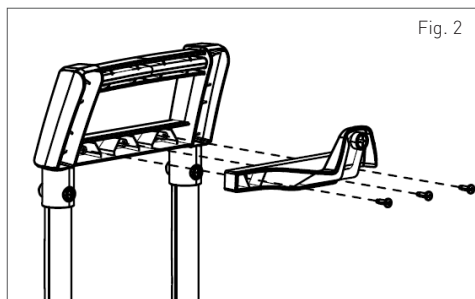

Fig. 2
(1) Instale o suporte da mangueira com 3 parafusos (fig.2).